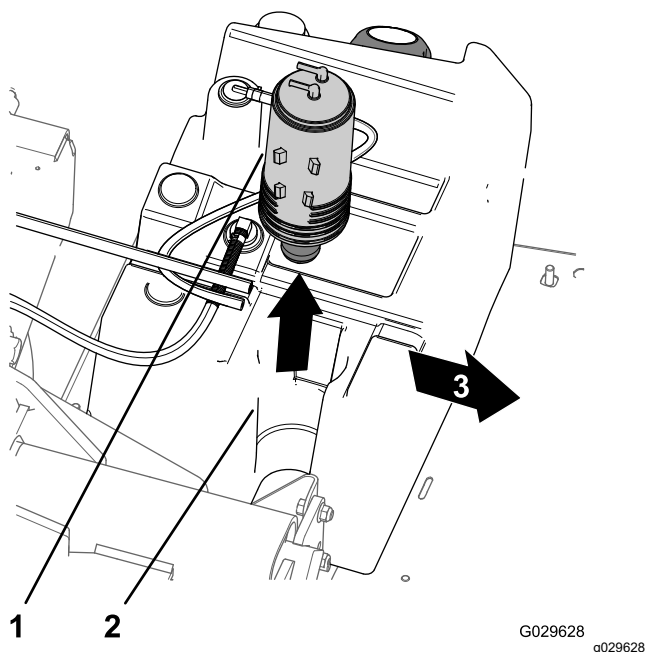

Figura 47
3. Sollevate il canister a carboni attivi dal relativo supporto nel serbatoio del carburante (Figura 47).
7. Inserite il nuovo canister a carboni attivi nel relativo supporto del serbatoio del carburante, con i raccordi di spurgo e del serbatoio del carburante allineati verso la parte posteriore (Figura 47).